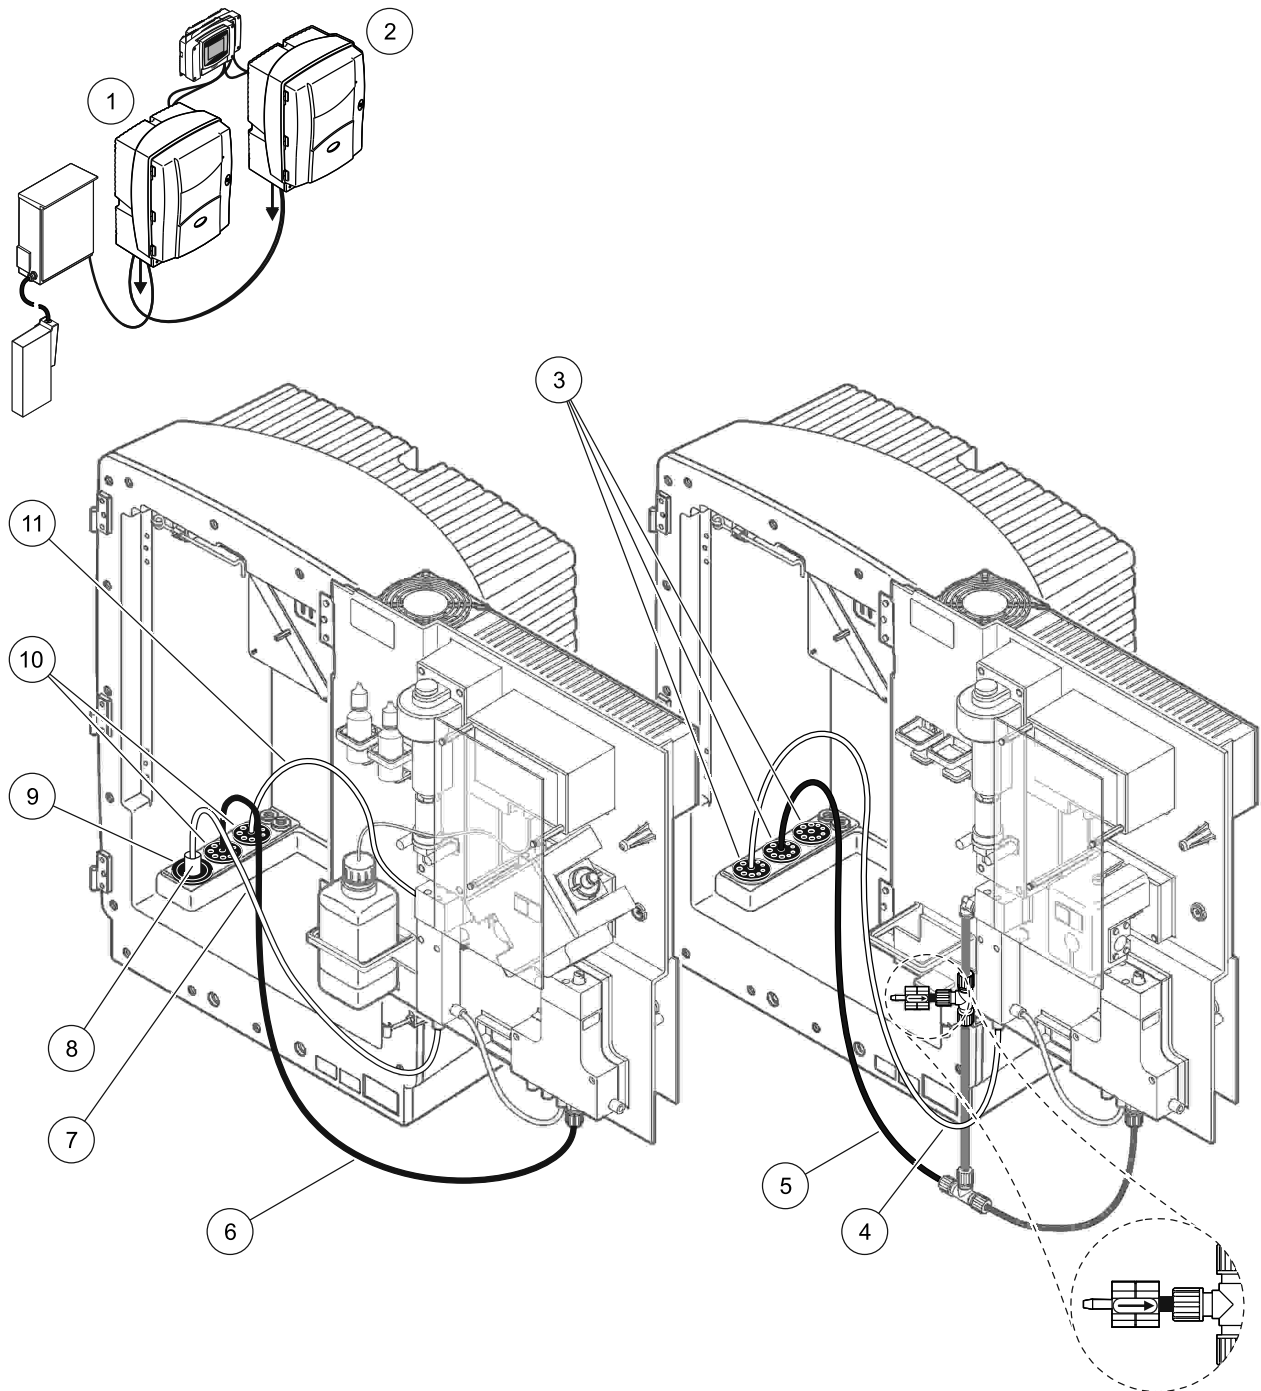

Figura 36 Configuração da Opção 8a
Consulte Figura 36 na página 101 e as instruções a seguir, relativas à Opção 8a:
2. Passe a mangueira aquecida do FILTRAX pela abertura do analisador (Figura 36 na página 101, item 3). Use o Plugue de vedação No. 1 para prendê-la.
3. Passe o tubo do dreno pela abertura do analisador (item 5). Use o Plugue de vedação No. 3 para prendê-lo.